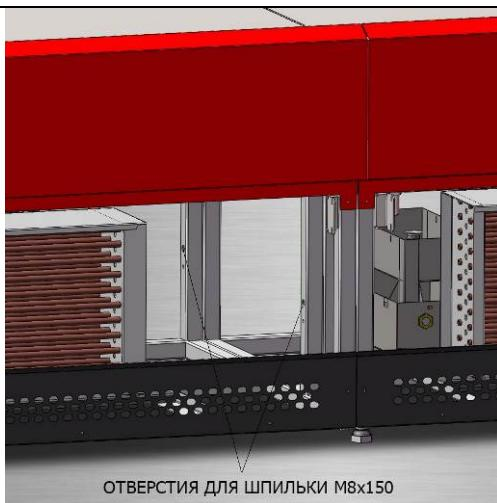
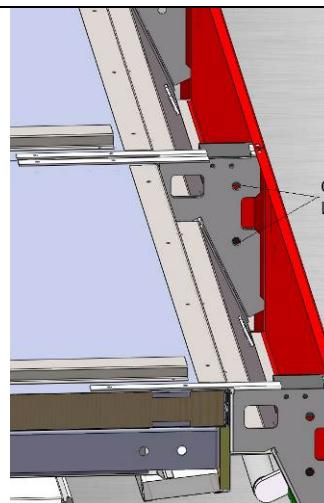

рис. 3
рис. 4
3. Стянуть стыкуемые витрины через два отверстия в опорных базах и два отверстия в кронштейне козырька с помощью шпилек M8Х150, шайб 8 и гаек M8, входящих в соединительный комплект (рис.3, рис.4).